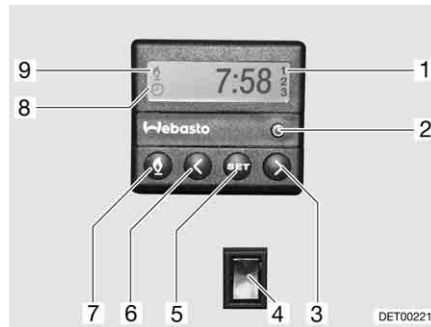

Bild 175 Kontrollenhet för motorvärme
- Tryck ner knapp (Bild 175,7). Värmedriften indikeras av symbolen (Bild 175,9). Fläkten startas först när kylmedelstemperaturen uppgår till 30 °C.
- Tryck ner knapp (Bild 175,7). Symbolen (Bild 175,9) slocknar.
- Vippkontakten (Bild 175,4) trycks in nedtill. Motorn förvärms. Fläkten startas direkt.
- Vippkontakten (Bild 175,4) trycks in upptill. Motorn värms inte upp.
- Tryck ner knapp (Bild 175,2). Tidsinställningen indikeras genom symbolen (Bild 175,8).
- Ställ klockan med knapparna (Bild 175,3 och 6).
- Tryck ner knapp (Bild 175,5).
- Ställ in starttiden inom 10 sekunder med knapparna (Bild 175,3 och 6).
- Tryck på knappen (Bild 175,5) tills önskat programnummer (Bild 175,1) visas på displayen.